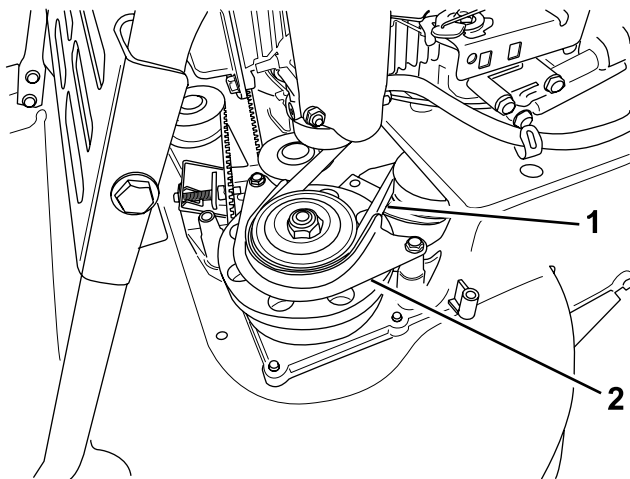

Figura 44
7. Togliete il paracinghia BBC (Figura 44).